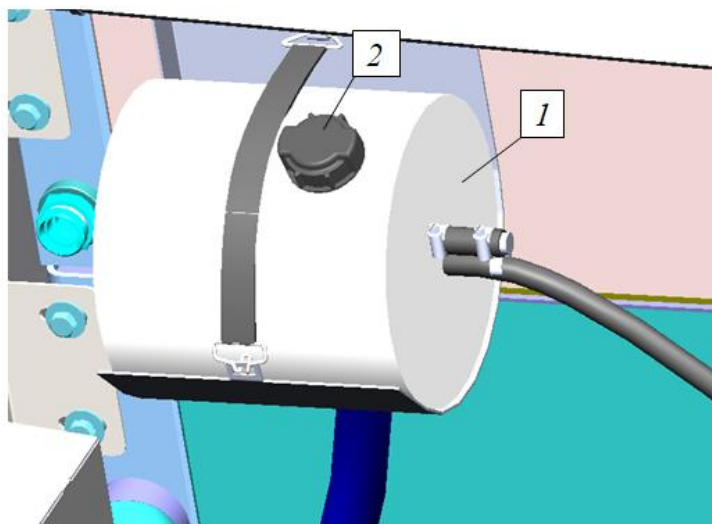

Рисунок 5.34. Расширительный бачок системы охлаждения двигателя
- ▶ Осторожно, приоткрыть крышку наливной горловины поз. 2, рис. 5.34, повернув ее против направления часовой стрелки;
- ▶ Закрыть крышку наливной горловины поз. 2, рис. 5.34.
Осторожно приоткрыть крышку наливной горловины поз. 2, рис. 5.34, повернув ее против направления часовой стрелки;
- ▶ Открыть крышку наливной горловины поз. 2, рис. 5.34;
- ▶ Заправить систему охлаждения двигателя свежей охлаждающей жидкостью. Заправку производить через наливную горловину расширительного бачка (рис. 5.34).